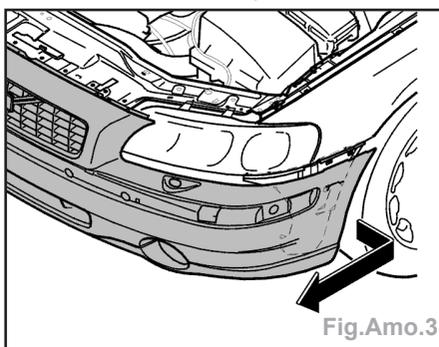

Fig.Amo.3
- Tirer le pare-chocs vers l'avant tout en tirant les deux côtés vers l'extérieur de sorte que les bords se libèrent du support de pare-chocs (fig.Amo.3).